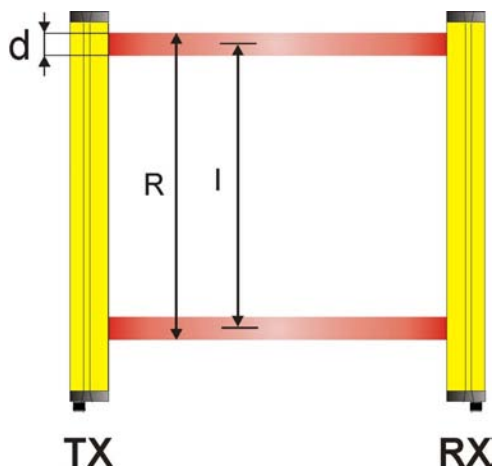

Fig. 2
La Fig. 2 montre, à titre d'exemple, l'entraxe optique (I) et la résolution (R) des barrières de sécurité destinées à la protection du corps.